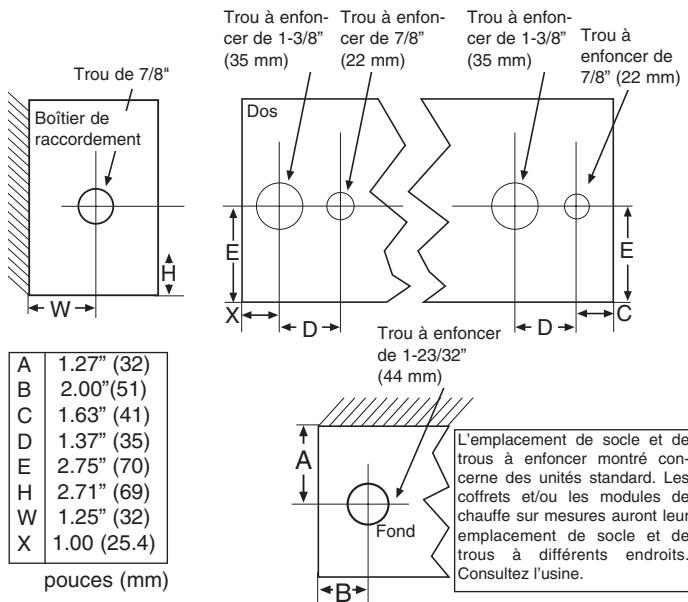

Fig. 3
1. Tirez une branche de circuit secteur, avec la bonne tension et une taille de fils correcte, jusqu'à l'emplacement du boîtier de raccordement de gauche ou de droite, comme indiqué sur le schéma de câblage du radiateur. Les radiateurs de base sont précâblés et peuvent se connecter au secteur d'un côté ou de l'autre. Les radiateurs avec commandes sont câblés à l'avance pour un raccordement au circuit d'alimentation d'un seul côté (reportez-vous au schéma de câblage du radiateur). Cependant un radiateur peut être câblé depuis l'extrémité opposée en tirant des fils au travers sans son chemin de câble. Voyez la Figure 3 pour l'emplacement des trous à enfoncer.
3. Ouvrez les ouvertures à enfoncer pour électricité appropriées de l'un des boîtiers de raccordement. Voyez la Figure 3 pour l'emplacement de ces ouvertures à enfoncer. Si le radiateur est monté sur socle, consultez les instructions d'installation du kit de socle.
2. Référez-vous au schéma de câblage pour l'entrée de l'alimentation électrique et ouvrez l'ouverture à défoncer appropriée (Figure 3) sur le radiateur sur lequel les raccordements électriques d'arrivée seront effectués. L'alimentation secteur ne peut être amenée qu'à l'extrémité d'un seul radiateur, les autres peuvent être connectés en parallèle en utilisant le chemin de câbles. Utilisez le Tableau B pour dimensionner le câblage installé sur le site dans le chemin de câble, ou utilisez le Tableau A pour déterminer la longueur maximale ou l'ensemble de radiateurs possible en utilisant le câblage installé en usine dans le chemin de câble de radiateur.